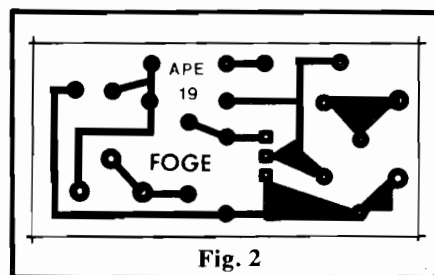

Fig. 2
• **FIG. 2** - A plaquinha do FOGO tem um **lay out** simples e pequeno, que pode ser facilmente reproduzido pelo Leitor (mesmo que essa seja a sua primeira experiência em confecção de Circuito Impresso...). As áreas cobreadas